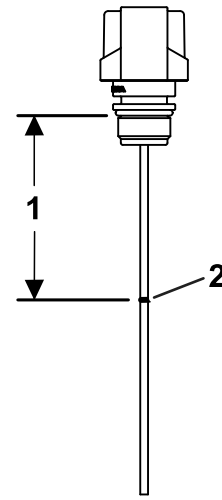

Figura 4
9. Recorte la varilla a 9,5 cm en la línea de corte marcada, según se muestra en la Figura 4, e instale la varilla en la abertura del depósito del detector de fugas.